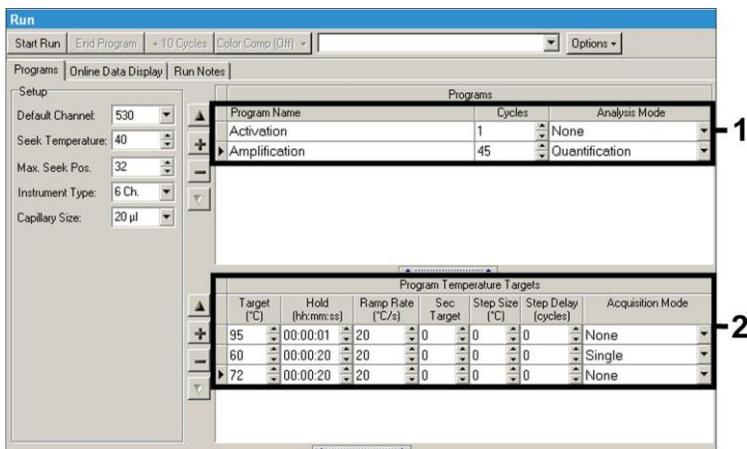

Fig. 7: Amplification de l'ADN.
- B Amplification de l'ADN Fig. 7